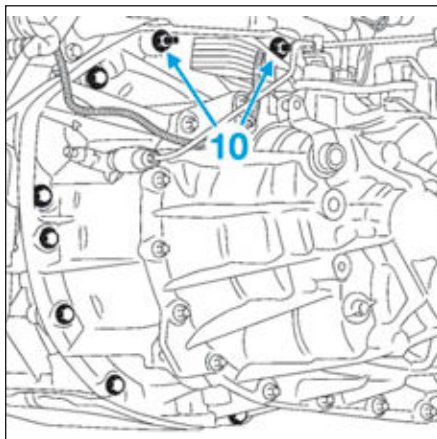

FIG.9
- Déposer les écrous (10) (Fig.9) de la boîte de vitesses robotisée.